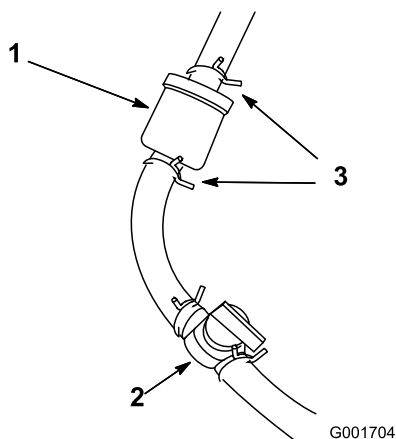

Figure 53
1. Fermez le robinet d'arrivée de carburant (Figure 53).
filtre, et débranchez la conduite de carburant du filtre (Figure 53).